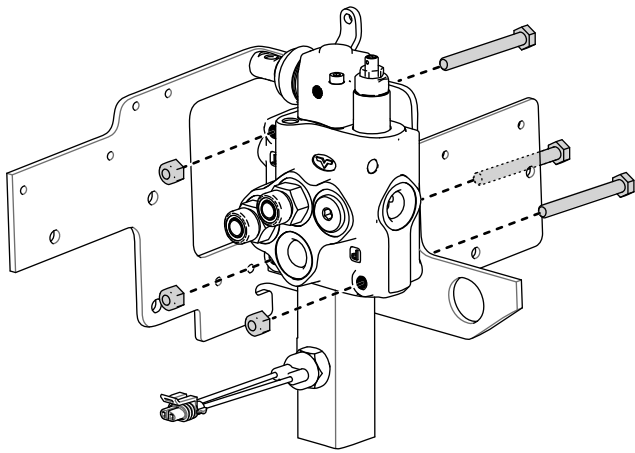

Figura 11
9. Rimuovete i 3 bulloni e dadi che fissano la valvola ausiliaria alla staffa (Figura 11).